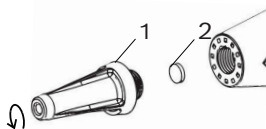

Fig. 12: Componentes del sensor
- ! Para garantizar el rendimiento óptimo del sensor y su longevidad, el filtro del sensor se debe sustituir cuando esté visiblemente sucio o cuando aparezca la pantalla de mensaje de la Fig. 12. El CS LD 1.0 registrará el número de horas de uso e informará al usuario cuando llegue el momento de sustituir el filtro.
- 📖 La advertencia mostrada en la Fig. 12 aparece en el encendido cuando el temporizador interno del CS LD 1.0 registra aproximadamente 30 horas de uso acumulado.
Cuando aparece el mensaje de comprobación del filtro del sensor (Fig. 12), se indica al usuario que consulte este manual para ver las siguientes instrucciones.